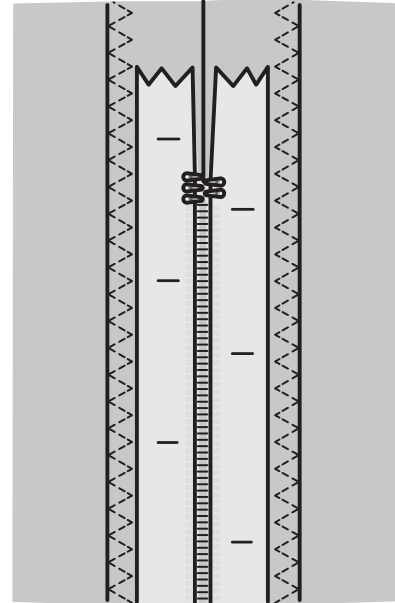

Fig. 1
2. Bâissez le reste de la couture dans laquelle la fermeture sera placée. Repassez la couture en l'ouvrant. Placez le côté droit de la fermeture sur le surplus de couture retourné, en plaçant la butée de la fermeture au niveau du cran. Épinglez la fermeture sur le côté droit pour qu'elle ne bouge pas (voir fig.1).